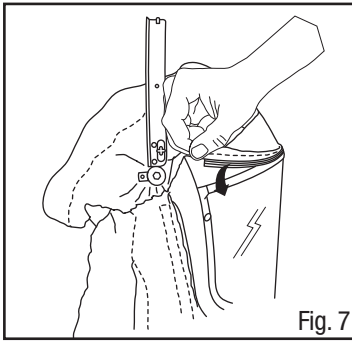

Fig. 7
8. Levante el marco del protector del visor en la posición vertical e inserte la junta del visor en el visor (consulte la Fig. 7).